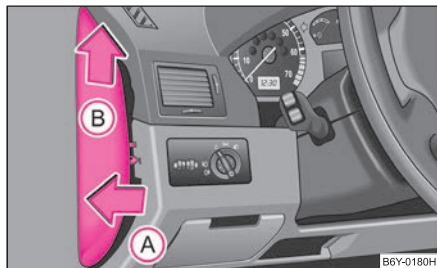

Fig. 165 Côté gauche du tableau de bord: Cache des fusibles
- Mettez un tournevis sous le cache des fusibles (dans la découpe sur le cache des fusibles), débloquez-le prudemment dans le sens de la flèche **A** et sortez-le dans le sens contraire de la flèche **B** ⇒ fig. 165.